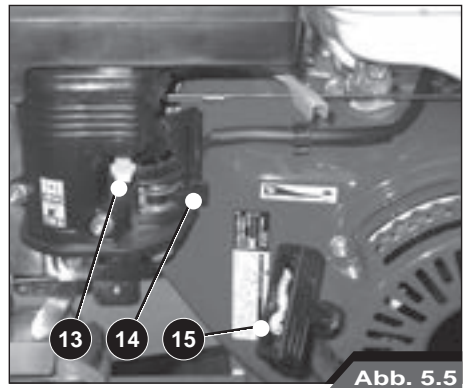

Abb. 5.5
- Den Gashebel (5) in die mittlere Stellung drehen.
- Den Schlegelmäher auf das Anlassen vorbereiten, indem bei Benzinmotoren der Starter-Hebel (13) betätigt wird. Der Kraftstoffversorgungshebel ON/OFF (14) muss das Durchlaufen des Kraftstoffs zulassen (Abb. 5.5). Das Gebrauchs- und Wartungshandbuch des Motors nachschlagen